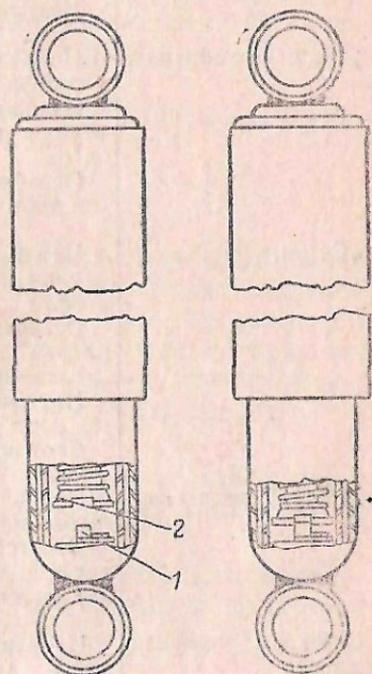

Рис. 91. Амортизатор:
2) нажать на нижнюю часть амортизатора так, чтобы шпoночный выступ для регулировки 1 (рис. 91) вошел в прорезь регулировочной пластины 2 штока амортизатора; вращать нижнюю часть корпуса в любую сторону до отказа, после чего повернуть на два полных оборота обратно. Регулировочная пластина из одного крайнего положения в другое может сделать только четыре оборота, поэтому указанная регулировка даст среднюю жесткость амортизатора, соответствующую условиям эксплуатации автомобиля на хороших дорогах. Для увеличения жесткости амортизатора регулировочную пластину повернуть по часовой стрелке, для уменьшения жесткости — против часовой стрелки;